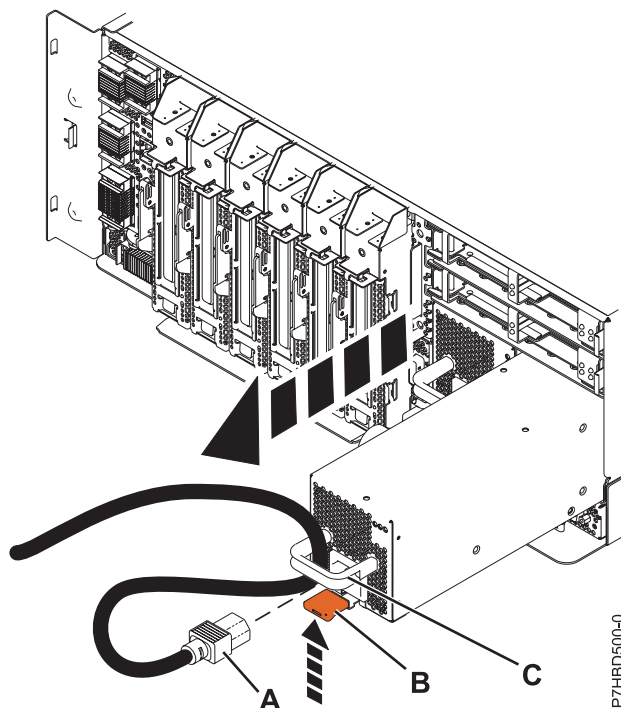

Figure 2. Retrait de l'alimentation électrique
5. Levez le taquet (B) vers la patte de fixation du cordon d'alimentation (C) pour dégager le bloc d'alimentation.
6. Débranchez le cordon d'alimentation (A).
7. Extrayez le bloc d'alimentation du système, comme indiqué dans la figure 2, à la page 4.